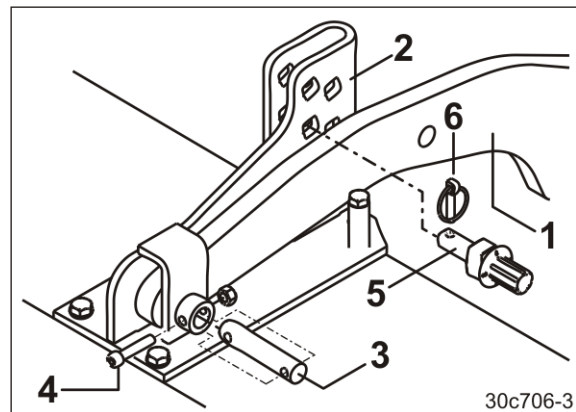

図 83
4. ローラーサポートアーム（図 83/1）にピン（図 83/3）を調整パーツ（図 83/2）のところで差し込んでください。ピンはねじとナット（図 83/4）で固定してください。
5. 耕深制御ピン（図 83/5）をサポートアーム上にあるもっとも近いボアに差し込み、耕深制御ピンをリンチピン（図 83/6）で固定してください。